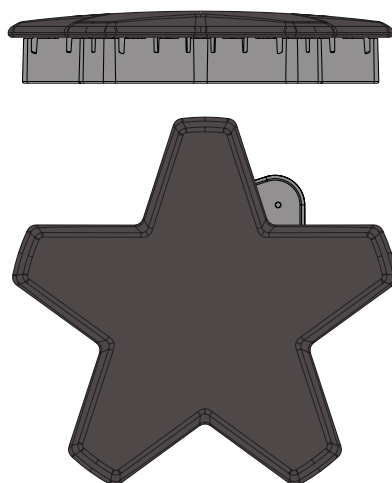

Figure 11 : Emplacement correct du capuchon de brûleur
- Vérifier chaque brûleur afin de s'assurer qu'il n'y a pas d'espace entre le capuchon et la base du brûleur. Voir les figures 11 et 12 ; emplacement correct et incorrect du capuchon de brûleur, pour des exemples d'emplacements appropriés ou non.
- L'on peut bouger délicatement le capuchon d'un côté à l'autre pour vérifier s'il est adéquatement positionné sur la base du brûleur. Lorsque bien en place, chaque capuchon repose à plat sur le dessus de la base du brûleur et couvre complètement la forme en étoile de la base, lorsque vu de dessus, figure 11 ; emplacement correct du capuchon de brûleur.